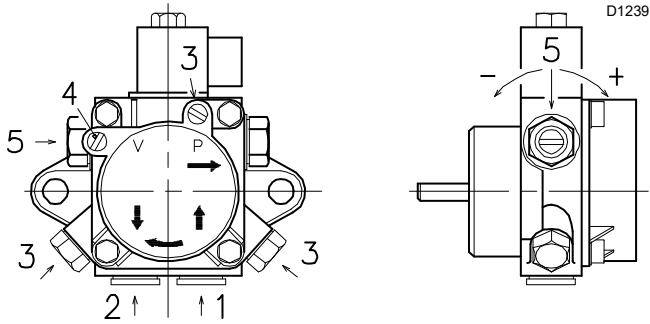

Abb. 21
Legende (Abb. 21)
- Damit sich die Pumpe selbstansaugen kann, muss eine der Schrauben 3)(Abb. 21) der Pumpe gelockert werden, damit der Ansaugschlauch entlüftet werden kann.